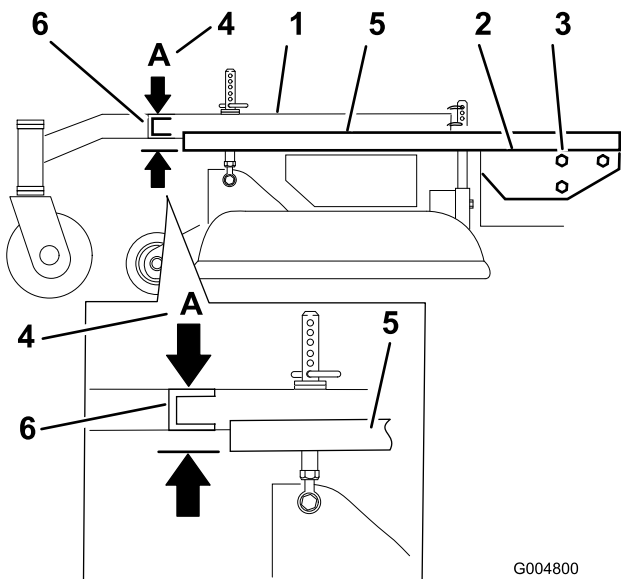

Bild 55
3. Legen Sie eine lange Abziehlatte auf die Oberseite des Motors, siehe Bild 55.
4. Messen Sie am Querrohr des Trägerrahmens die Höhe an der Stelle **A** (Bild 55). Dieser Wert muss 33 mm plus oder minus 6 mm betragen.
6. Lockern Sie die Befestigungsschrauben am Trägerrahmen an beiden Seiten der Maschine (Bild 55).
7. Fluchten Sie den Trägerrahmen und das Motorchassis an Stelle **A** auf 33 mm plus oder minus 6 mm (Bild 55) aus.